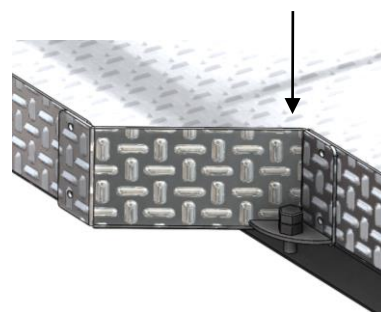

Рис.3
6. Отрегулировать резиновые упоры (вывернуть или завернуть рукой) таким образом, чтобы они упирались в закрытый задний борт грузового отсека. Ввернуть болты-ограничители (только для модификации ABC.MCCL200.CS.05 см. рис.3). Закрыть задний борт. **ВНИМАНИЕ! Запрещена эксплуатация платформы с открытым задним бортом!**